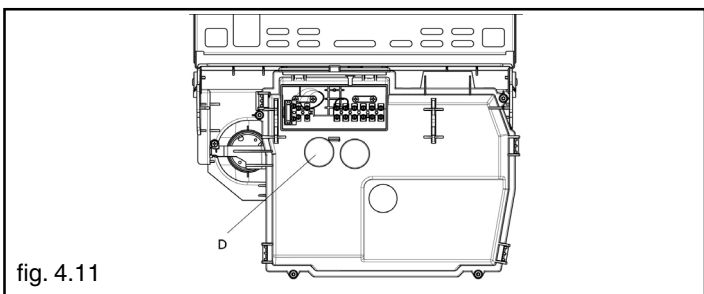

fig. 4.11
- Ruotare in senso orario il selettore temperatura acqua riscaldamento al (D) che rendono accessibili i jumper (fig. 4.11)